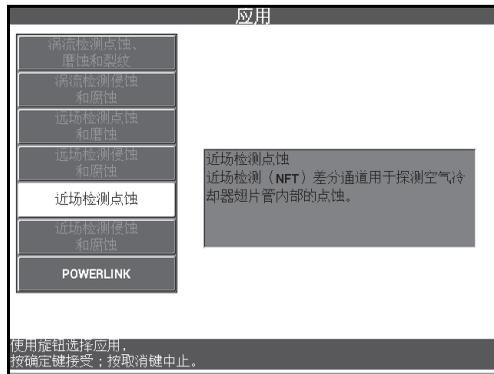

图 5-225 近场检测点蚀应用
2. 选择**继续**（功能键 A），打开应用选择菜单，然后使用旋钮，选择**近场检测点蚀**，然后按确定键（）接受（参见第 269 页的图 5-225）。